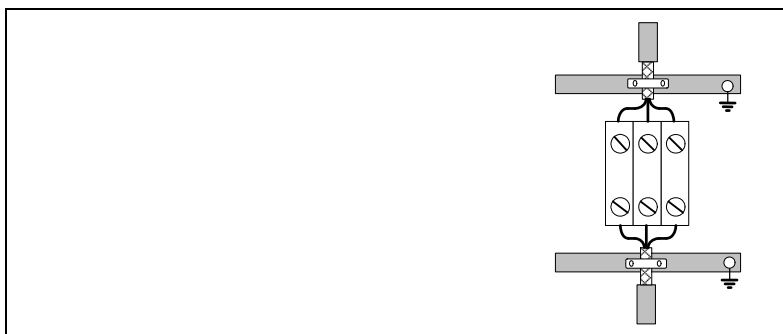

FIGURA H7-7
- En conexiones donde no es posible utilizar conectores de carcasa metálica (blindados) debe reducirse al mínimo la longitud del cable expuesto a interferencias garantizando una buena conexión entre pantallas. Véase **FIGURA H7-7**.